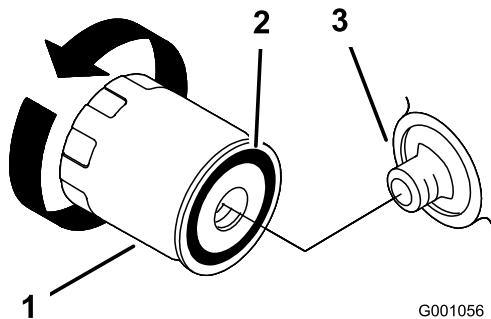

Figura 47
- Girate il filtro in senso antiorario e toglietelo (Figura 47 e Figura 47).